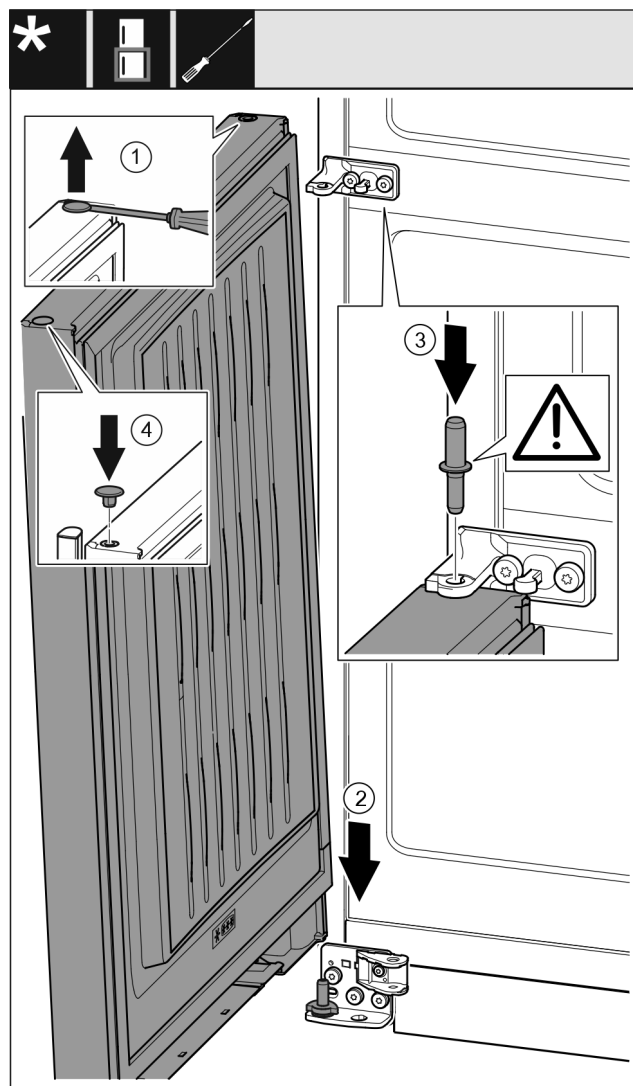

Fig. 31
- Stopfen Fig. 31 (1) vorsichtig mit einem Schlitzschraubendreher anheben und herausziehen.
- Tür Fig. 31 (2) von oben auf den unteren Lagerbolzen aufsetzen.
- Lagerbolzen Mitte Fig. 31 (3) durch Lagerbock Mitte in die untere Tür einsetzen. Dabei darauf achten, dass der Rastnocken nach hinten zeigt.
- Stopfen Fig. 31 (4) auf der anderen Türseite wieder einsetzen.